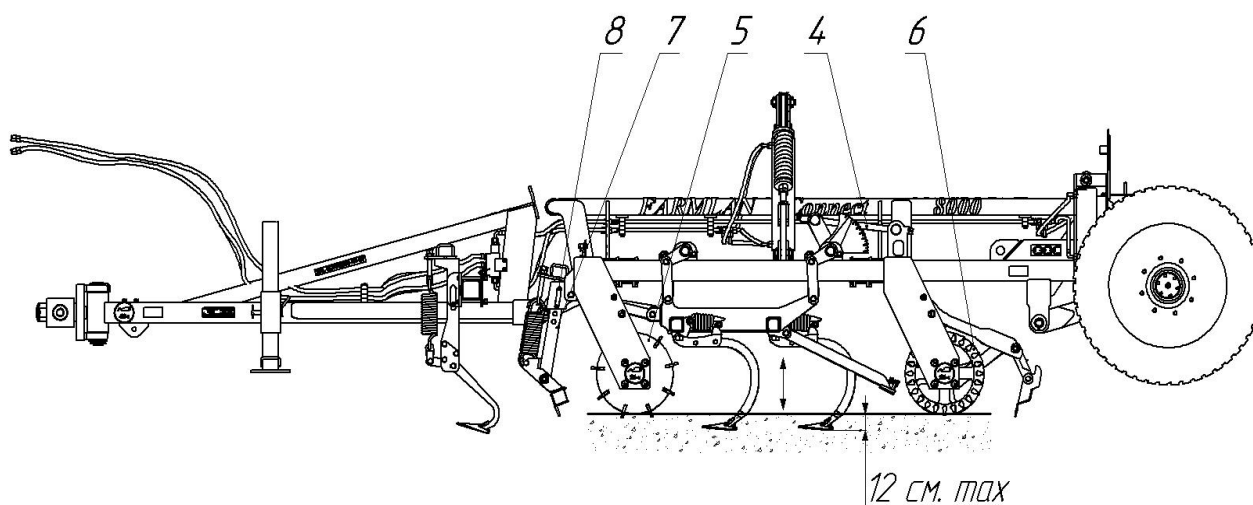

Рисунок 4 – Настройка культиватора КСПШ-8.
2.6 Настройка (Рис. 4)
Культиватор должен стоять на катках 5 и 6. При этом стрельчатые лапы должны находиться в свободном состоянии (Рис. 4).